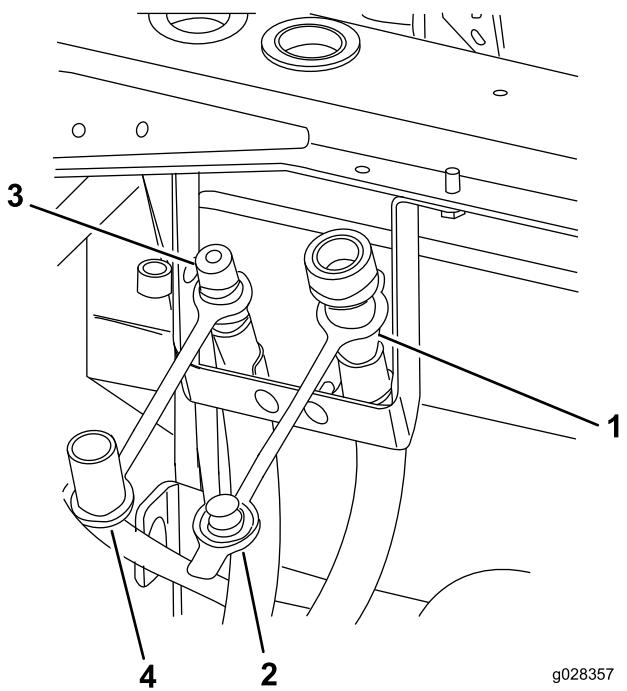

図 10
- 圧力側ホースを左側のバルクヘッドブラケットに組み付けるRクランプ、キャリッジボルト 1/4 インチ、ナット 1/4 インチを使用する 図10。
- 戻り側ホースを右側のバルクヘッドブラケットに組み付けるRクランプ、キャリッジボルト 1/4 インチ、ナット 1/4 インチを使用する 図10。